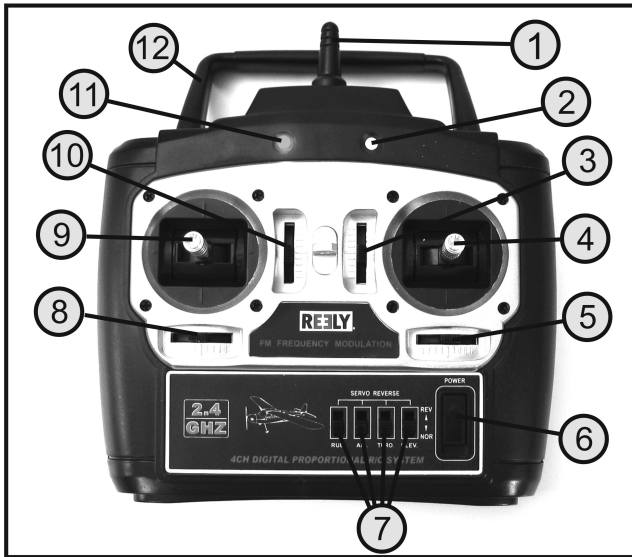

Bild 2
Doch unabhängig davon müssen Sie sich vor jeder Inbetriebnahme des Senders davon überzeugen, dass sich der Steuerknüppel für die Motorfunktion (siehe Bild 2, Pos. 9) in der Stellung „Motor aus“ befindet. Dazu muss der Steuerknüppel ganz nach unten in die unterste Stellung geschoben werden.
Wenn die Akkus geladen sind bzw. neue Batterien eingelegt sind, schalten Sie zu Testzwecken den Sender mit Hilfe des Funktionsschalters (siehe Bild 2, Pos. 6) ein. Die rote und grüne Leuchtdiode (siehe Bild 2, Pos. 2 und 11) leuchten und signalisieren Ihnen dadurch die ausreichende Stromversorgung des Senders.
Sollte die Stromversorgung für einen einwandfreien Betrieb des Senders nicht mehr ausreichend sein (unter 8,3 V), so beginnt die rote Leuchtdiode (siehe Bild 2, Pos. 11) zu blinken. In diesem Fall sollten Sie den Betrieb Ihres Modells so schnell wie möglich einstellen.
- Stellen Sie die Trimmschieber für das Höhen- und Seitenruder (Siehe Bild 2, Pos. 3 und 5) in die Mittelstellung und überprüfen Sie die korrekte Stellung der Servohebel.
- Beide kreuzförmigen Servohebel (1) müssen so ausgerichtet sein, dass der Anlenkhebel exakt im 90°-Winkel zum Anlenkgestänge (2) steht.
- Bei größeren Abweichungen lösen Sie die Schraube am Servohebel (3), ziehen den Hebel nach oben ab und setzen ihn um einen „Zahn“ versetzt wieder auf.